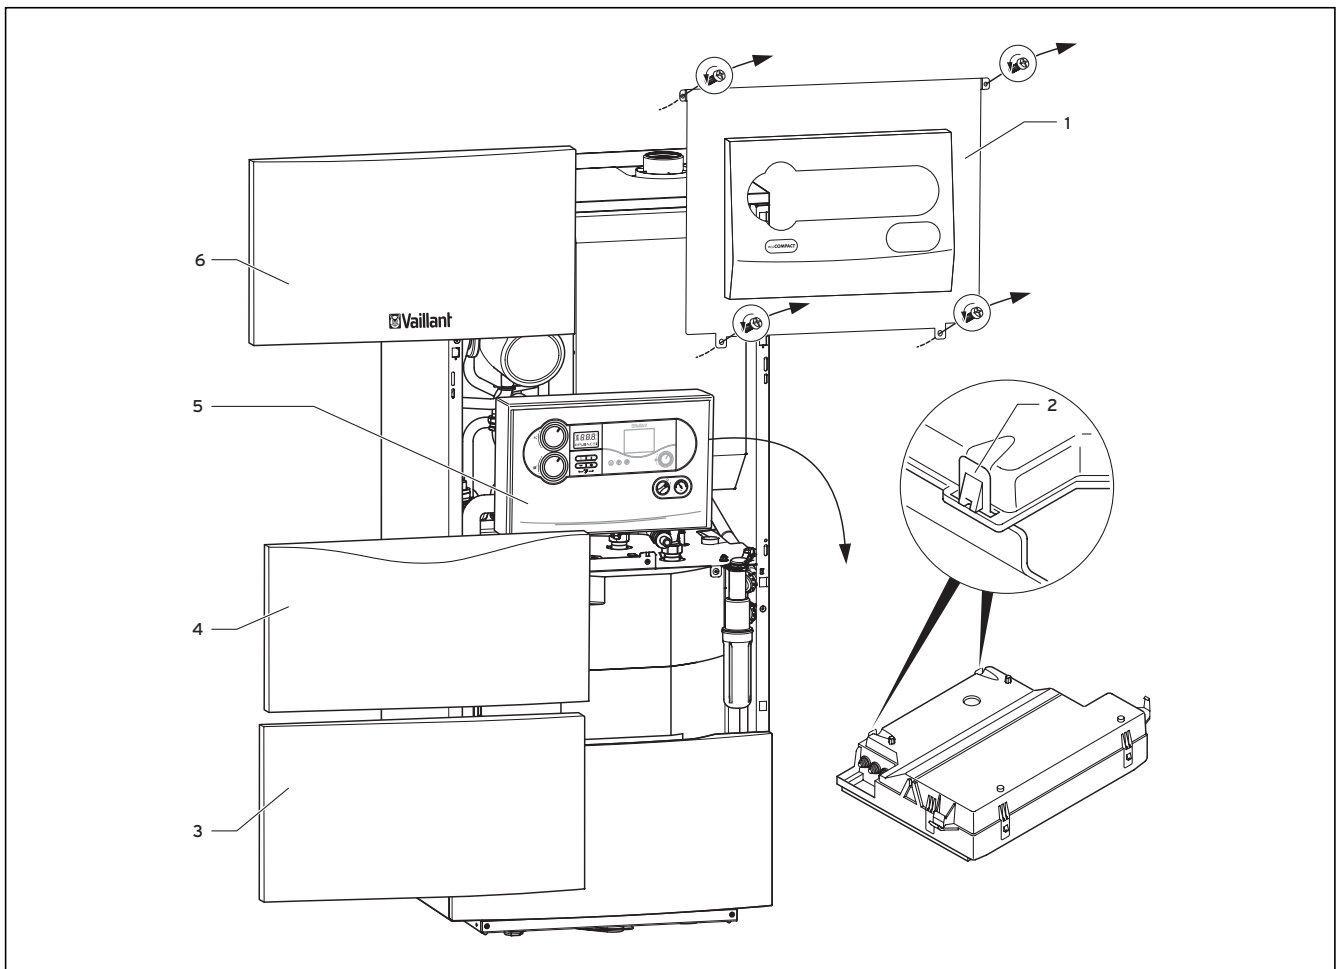

Abb. 5.6 Geräteverkleidung abnehmen
- Öffnen Sie das Gerät (vgl. Abb.5.6 und Hinweise auf Seite 19).
- Schrauben Sie die Verschraubung (1) des Zirkulationsrohrs vom Anschlussstück ab und verschließen Sie den Anschluss mit der beiliegenden Dichtung (3) und der Kappe (2).
Gehen Sie bei der Anschlussverdrahtung wie folgt vor, siehe Abb. 5.6: